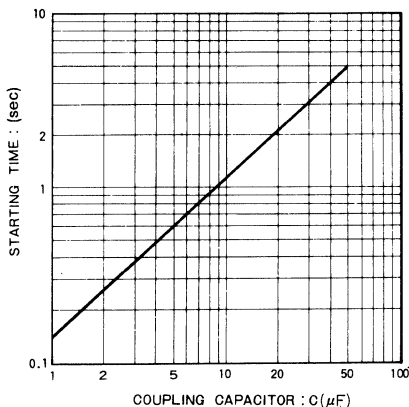

Fig.15 電源投入時での立ち上がり時間
4.7 μ F が推奨値です。この容量は電源投入時の立ち上がり時間と関係があり、その関係はFig.15のようになります。容量が小さく1 μ F 程度になると、電源投入時の過渡音が大きくなります。